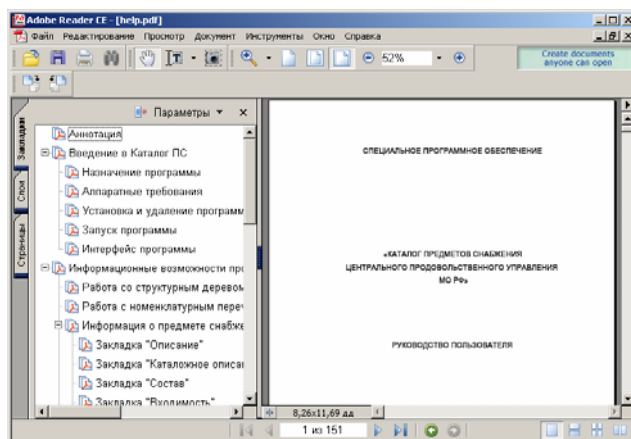

Рисунок 4 - Окно электронной справочной системы
- окно электронной справочной системы (рисунок 4).